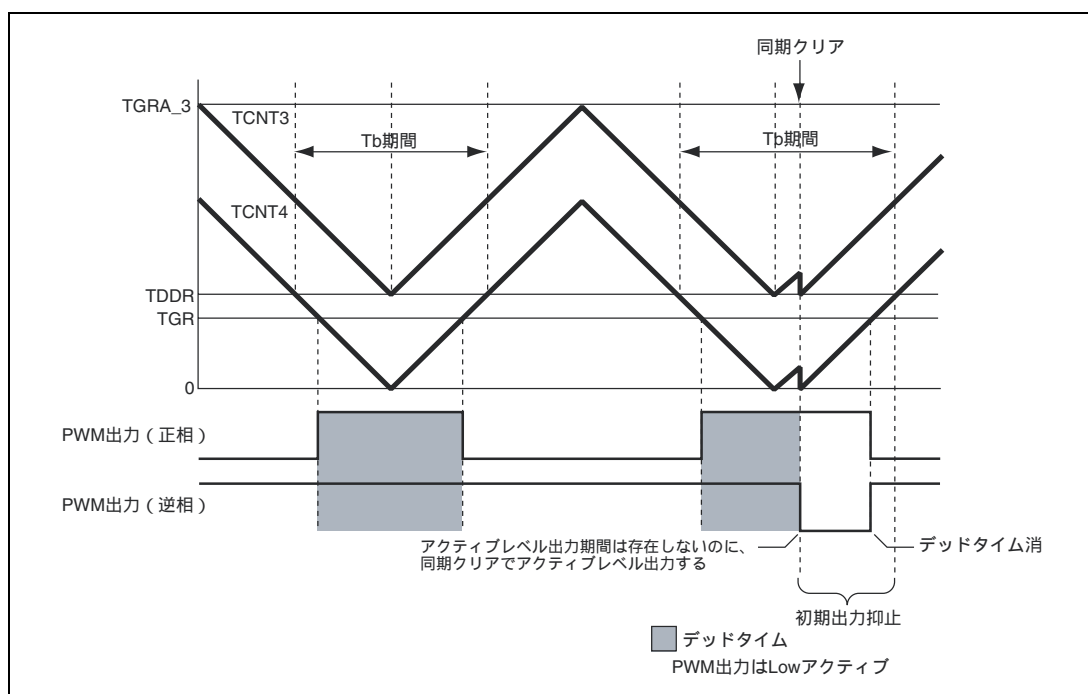

図 11.114 条件 (2) の同期クリア例
条件 (2) 初期出力の抑止期間 、にて、TGRB_3 TDDR、TGRA_4 TDDR、TGRB_4 TDDR のいずれかが成立する状態で、同期クリアする (図 11.114)。